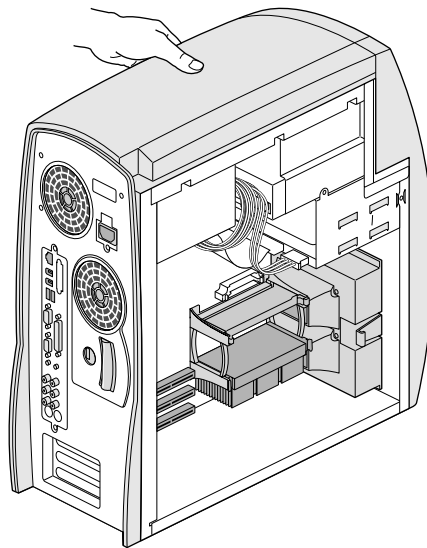

Abbildung 3-3 Stützen des Systems mit der Hand
- Stützen Sie die Workstation oben mit einer Hand, und setzen Sie wie in Abbildung 3-3 die DIMM-Module ein.